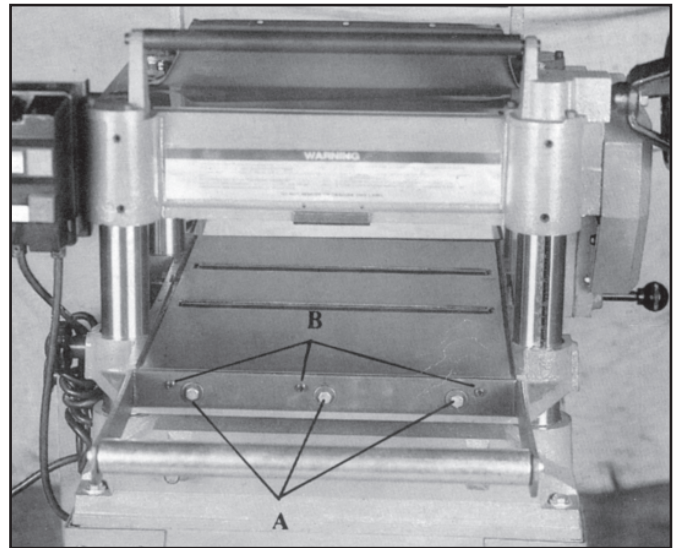

Figura 5
- Atornille los tornillos (B, Figura 5) en las mesas de extensión con rodillo para que queden nivelados con la superficie que va con la máquina.
- Instale las mesas de extensión con rodillo a la mesa de la cepilladora usando seis tornillos (A, Figura 5) y seis roldanas M8.
- Usando los tornillos hexagonales (A, Figura 5) y los tornillos (B, Figura 5), ajuste cada mesa de extensión con rodillo para que no quede espacio entre el borde recto y las mesas, ni que los rodillos de extensión queden por debajo del borde recto.
1. Afloje las perillas aseguradoras (C, Figura 5).